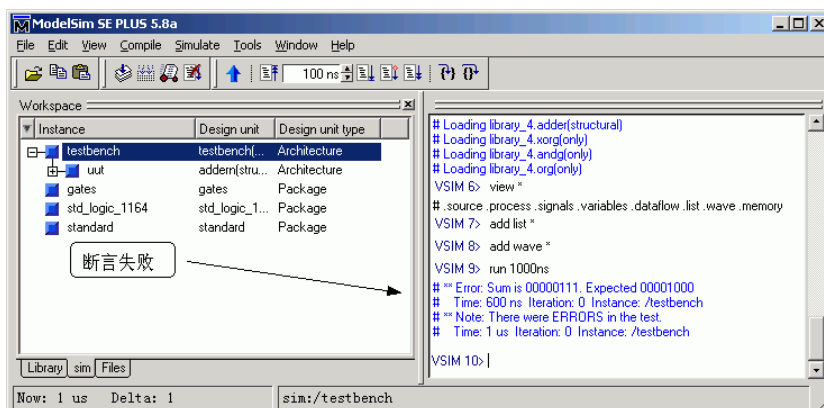

图3-51 断言失败反馈信息
11. 从命令控制台反馈的信息可以看出，仿真在运行过程中出现了断言失败，如图 3-51 所示。